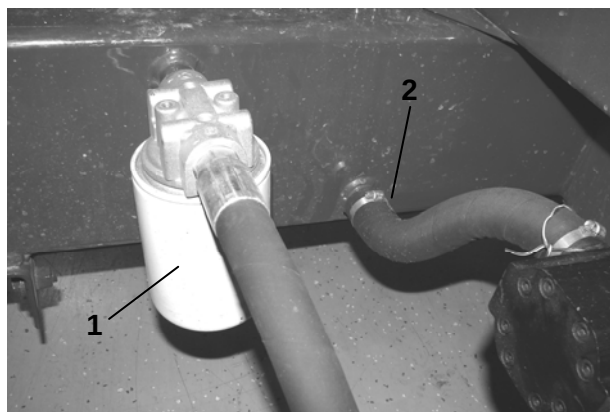

Figure 20
2. Retirez le filtre hydraulique et nettoyez la bride de fixation (Figure 20).
1. Débranchez le tuyau aspirateur du fond de la cuve du réservoir. À côté du filtre hydraulique (Figure 20).